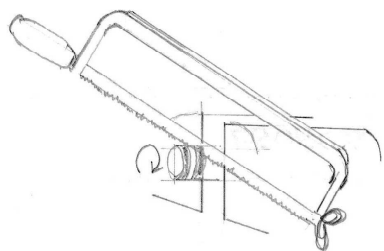

図9
- ①材料を金工用の万力(以下、万力)に取り付ける。口金を使って、水平に取り付け、切断部分が万力の端から1cmぐらいになるようにする。
- ②けがき線に親指の爪を当てて案内にし、片手で案内の切り込みを入れる。
- ③材料を回転させながら切断していく(図9)。
- ④切り終わりは細かく刃を動かして静かに切る。